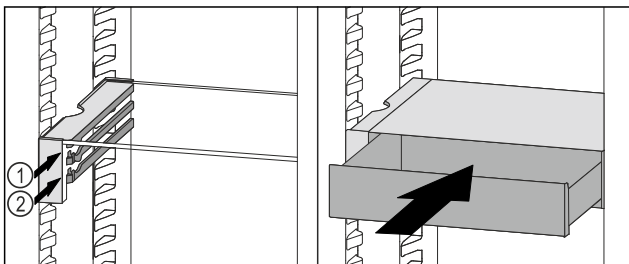

Fig. 109
- VarioSafe-Schubfach hinter den Stopperrn auf gewünschter Rippe Fig. 109 (1) oder Fig. 109 (2) aufsetzen.